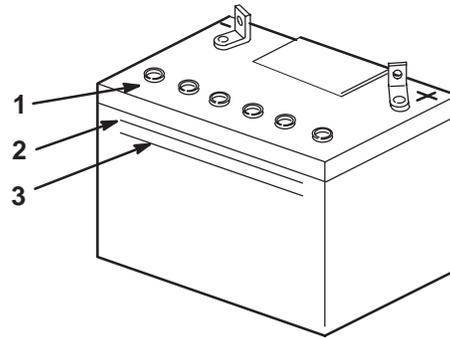

Bild 60
2. Sehen Sie sich die Seite der Batterie an. Der Füllstand muss bis zur **oberen** Linie reichen (Bild 60). Die Säure darf nicht unter die **untere** Linie fallen (Bild 60).
3. Nehmen Sie die Entlüftungsdeckel von der Batterie ab (Bild 60).
4. Gießen Sie langsam destilliertes Wasser in jede Batteriezelle, bis der Säurestand die **obere** Linie (Bild 60) am Batteriegehäuse erreicht.
5. Warten Sie nach dem Füllen der Batteriezellen fünf bis zehn Minuten. Gießen Sie bei Bedarf destilliertes Wasser in jede Batteriezelle, bis der Säurestand die **obere** Linie (Bild 60) am Batteriegehäuse erreicht.